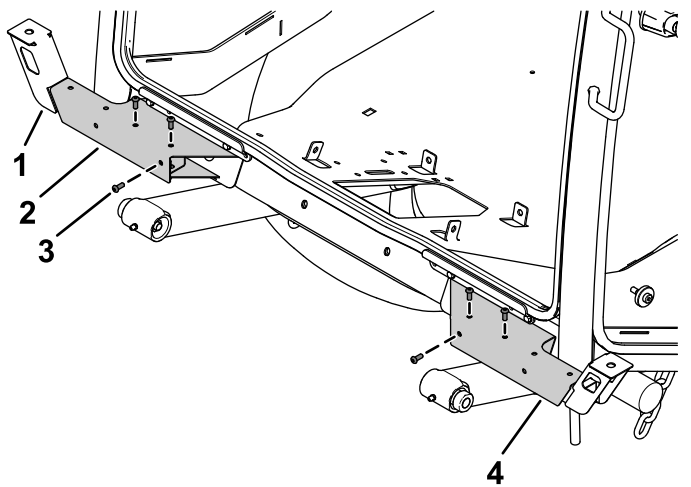

Figuur 14
1. Bevestig de basis van het linkerlicht en de basis van het rechterlicht aan het cabineframe; gebruik hiervoor 2 slotbouten ( $\frac{3}{8}$  inch x  $\frac{3}{4}$  inch) en 2 borgmoeren ( $\frac{3}{8}$  inch) aan elke zijde (Figuur 14).